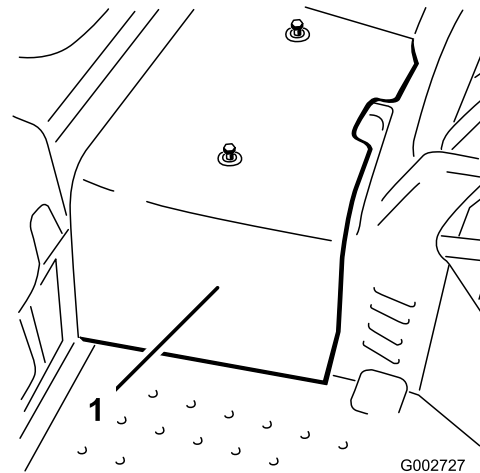

Bild 33
2. Lösen Sie die zwei Schrauben, mit denen die mittlere Abdeckung an der Maschine befestigt ist, und nehmen Sie die Haube ab (Bild 33).